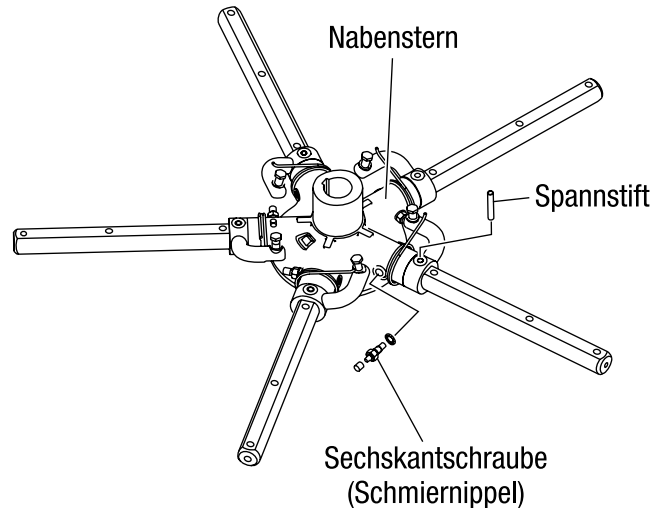

Abb. 40. Demontage von Spannstift und Schmiernippel
2. Am Nabenstern sind die Flügelarme jeweils mit einer Sechskantschraube (Schmiernippel) und einem Spannstift befestigt. Beide vom Nabenstern demontieren (Abb. 40).